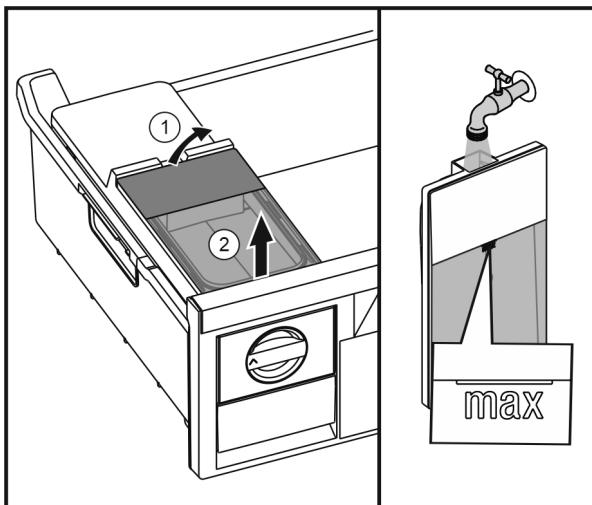

Fig. 28
- Поднять бак для воды сзади Fig. 28 (1) и извлечь движением вверх Fig. 28 (2).